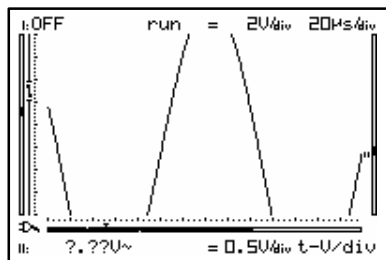

Fig 30
- Se il segnale esce dallo schermo o e' troppo debole per essere correttamente visualizzato il corrispondente readout mostrerà ??? (fig 30).
- Als het signaal buiten het scherm verdwijnt of te klein is voor metingen, zal de uitlezing ??? aanduiden. (Fig 30)
- Si le signal sort de l'écran, ou lorsque le signal est trop petit pour être mesuré, trois points d'interrogation ??? sont affichés. (Fig 30)
- Wenn das Signal aus dem Bildschirm verschwindet oder wenn das Signal bei dB-Messung zu klein ist, zeigt die Anzeige ??? an (Abb. 30)